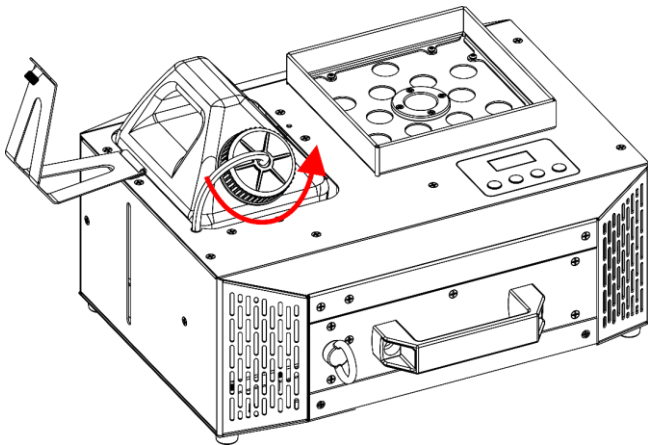

Fig. 40
- 04) Desenrosque la tapa del depósito de líquido, como se muestra en la Fig. 40.